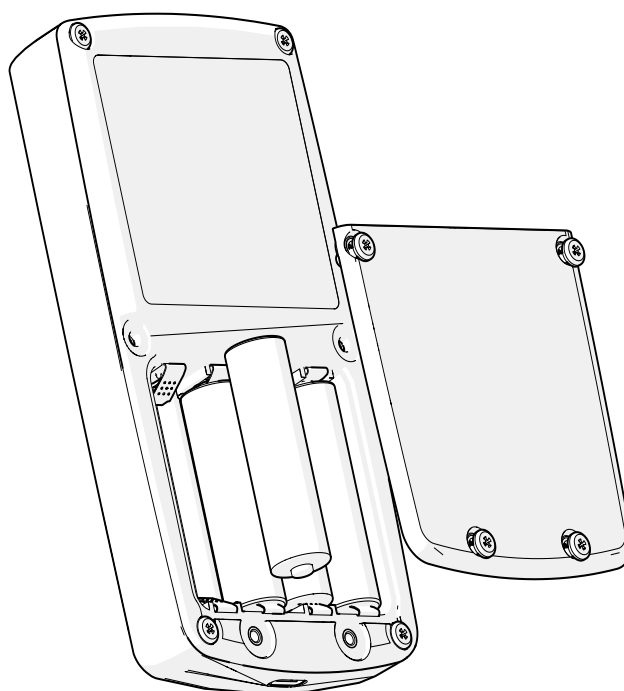

Figure 6-1 : Installation des piles
1. À l'aide d'un tournevis Pozidriv, dévissez les vis imperdables qui fixent le couvercle du compartiment à piles. Voir Figure 6-1.